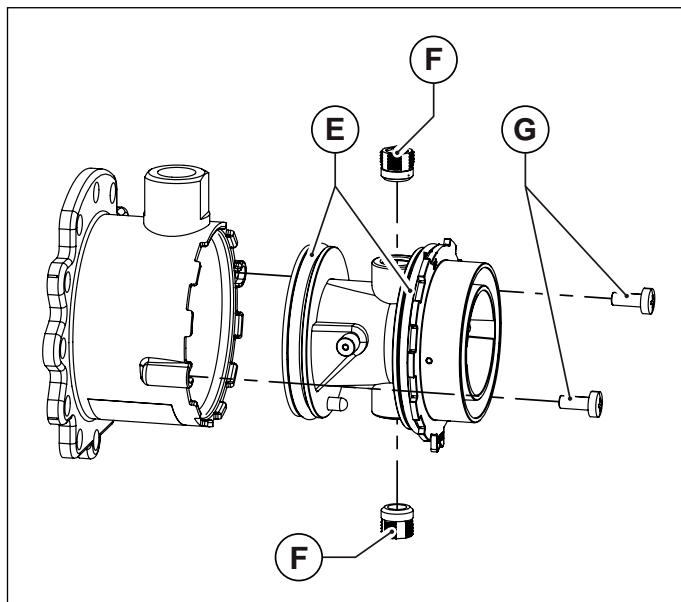
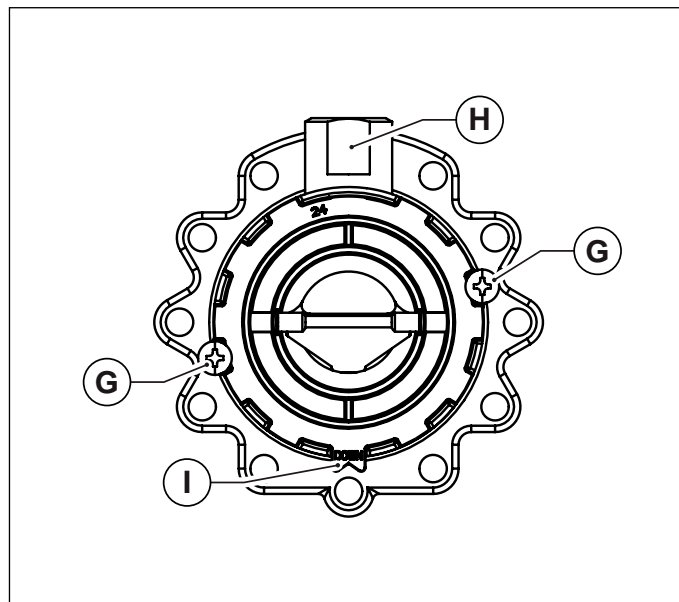

Fig. 43 Corpul din plastic al amestecătorului
Fig. 44 Orientare pentru montaj
- Desfaceți corpul din plastic al amestecătorului, deșurubând cele două șuruburi de fixare (vezi Fig. 43 Corpul din plastic al amestecătorului).
- Desfaceți cele două duze ale amestecătorului utilizând o cheie cu imbus de 6 mm (vezi Fig. 43 Corpul din plastic al amestecătorului).
- Montați din nou corpul din plastic (Venturi) introducându-l în amestecător și înșurubând șuruburile de fixare, având grijă să nu deteriorați garniturile inelare montate la extremitățile corpului din plastic (vezi Fig. 43 Corpul din plastic al amestecătorului) și să respectați orientarea montajului (vezi Fig. 44 Orientare pentru montaj).
- Montați amestecătorul reasamblat la ventilator cu șuruburile cu imbus, având grijă să re poziționați între amestecător și ventilator, garnitura inelară de etanșare (vezi Fig. 43 Corpul din plastic al amestecătorului).
- Montați amestecătorul reasamblat la ventilator cu șuruburile cu imbus, având grijă să repoziționați între amestecător și ventilator, garnitura inelară de etanșare (vezi Fig. 43 Corpul din plastic al amestecătorului).